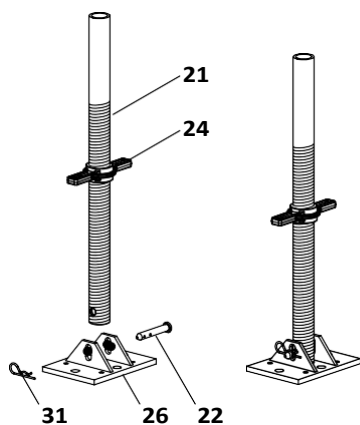

Fig. A3.01
1. Завийте крилчатата гайка (24) на шпинделната тръба (21), като направите само няколко оборота.
2. Поставете планката (26) с горната страна надолу.
3. Поставете шпинделната тръба на планката и я завийте с болтове (22).
4. Обезопасете болтовете с шплентове (23).
- Горните шпиндели са готови. (Fig. A3.01)